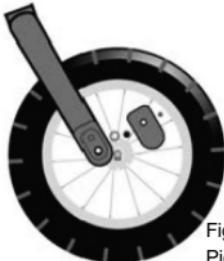

Figure 1
1. Écrous et vis d'assemblage de la roue. (Figure 1)